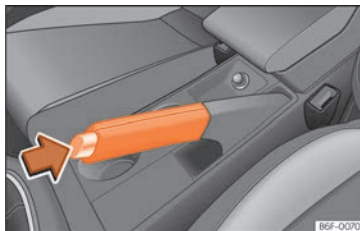

Abb. 218 Handbremse zwischen den Vordersitzen.
- Ziehen Sie den Hebel der Handbremse fest nach oben »» **Abb. 218**.
- Ziehen Sie den Hebel etwas nach oben, drücken Sie die Entriegelungstaste in Pfeilrichtung »» **Abb. 218** und führen Sie den Handbremshebel ganz nach unten »» ⚠️.